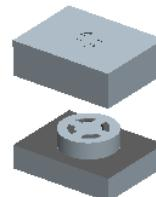

图 18.24 移动上模和镶块后的状态
Step5. 在 **▼ DEFINE STEP (定义步骤)** 菜单中选择  **Done (完成)** 命令，移出后的模型如图 18.24 所示。